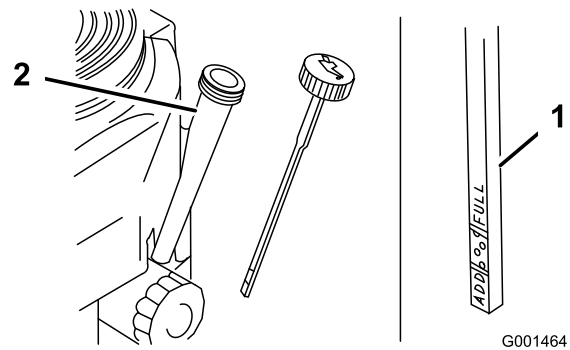

Figure 23
4. Nettoyez la surface autour de la jauge d'huile (Figure 23) pour éviter que des impuretés ne s'introduisent dans le goulot de remplissage, ce qui risquerait d'endommager le moteur.
5. Retirez la jauge d'huile et essuyez soigneusement son extrémité (Figure 23).
6. Remettez la jauge au fond du tube de remplissage, mais sans la visser (Figure 23).
9. Versez avec précaution environ 80% de la quantité d'huile spécifiée dans le goulot de remplissage (Figure 23).